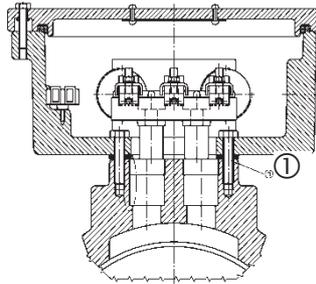
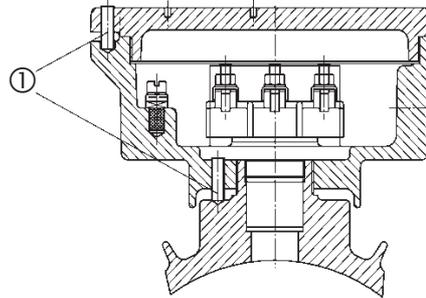

Figura 5: Morsettiere con vite di fissaggio ①
Figura 6: Morsettiere con perno filettato ①
Aprire la morsettiera allentando le viti del coperchio (Figura 5) oppure, in caso di esecuzione con perno filettato (Figura 6) ruotando il perno filettato e infine ruotano il coperchio con filettatura. Richiudere la morsettiera allo stesso modo dopo il collegamento alla rete.
- le quattro viti di fissaggio (→ Figura 5) oppure a sicurezza anti-rotazione tramite il/i perno filettato (→ Figura 6).Le viti sono fissate con adesivo a indurimento anaerobico. Con un colpo di martello sulla testa delle viti si stacca l'adesivo.
Le morsettiere che sono fissate come da Figura 6, possono essere ruotate all'indietro dalla battuta del filetto al massimo di un giro.